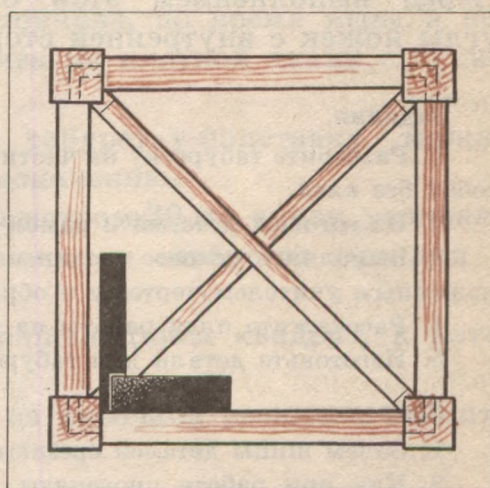

Рис. 157. Контроль прямоугольности при склеивании корпуса табуретки.
11. Собрать и склеить корпус табуретки (см. рис. 153), контролируя свою работу (рис. 157).